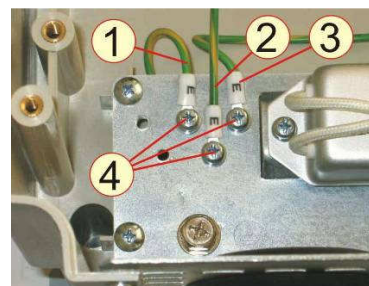

Рис.7.20
7.11.3 Закрепить наконечники 1, 2 и 3 заземляющих проводов опорной панели, платы драйверов и радиатора винтами 4 (рис.7.20).